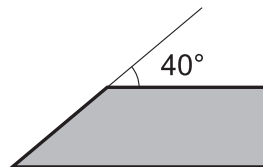

Рис. 29 Угол заточки ножа
- Поместите край лезвия ножа под углом 40° для заточки (Рис. 29). Заточите кромку лезвия шлифовальным кругом.